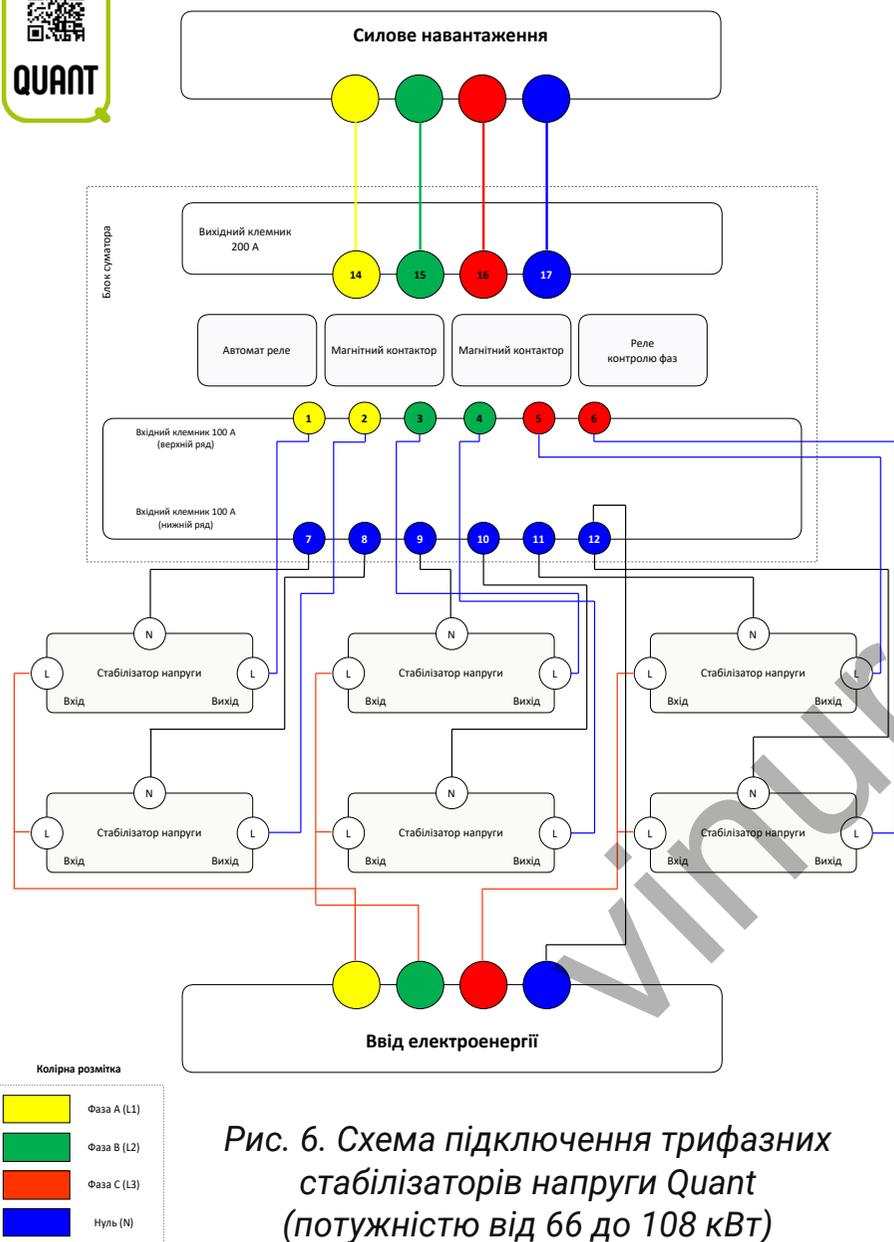

Рис. 6. Схема підключення трифазних стабілізаторів напруги Quant (потужністю від 66 до 108 кВт)
6. Знеструмити всю систему перед початком роботи, вимкнути автомат-рубильник, який подаватиме напругу на вхід стабілізаторів (Рис. 6).